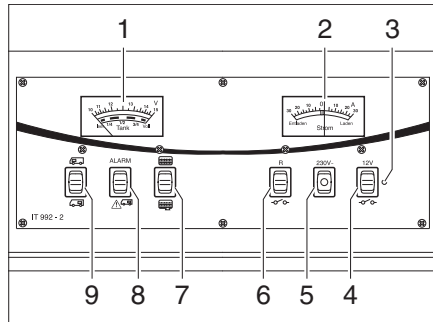

Bild 187 Panel IT 992
Beim Anzeigeeinstrument V/Tank (Bild 187,1) die obere Skala beachten. Das Anzeigeeinstrument wird automatisch beleuchtet, sobald ein Schalter gedrückt wird.
- Wippschalter (Bild 187,9) oben drücken "🔋": Die Batteriespannung der Starterbatterie wird angezeigt.
- Wippschalter (Bild 187,9) unten drücken "🔋": Die Batteriespannung der Wohnraumbatterie wird angezeigt.
Beim Anzeigeelement V/Tank (Bild 187,1) die untere Skala beachten. Das Anzeigeelement wird automatisch beleuchtet, sobald ein Schalter gedrückt wird.
- Wippschalter (Bild 187,7) oben drücken : Die Wassermenge wird angezeigt.
- Wippschalter (Bild 187,7) unten drücken : Die Abwassermenge wird angezeigt.
Die rote Warnleuchte ALARM (Bild 187,8) blinkt, sobald die Spannung der Wohnraumbatterie 11 V (Messung im laufenden Betrieb) unterschreitet und damit Tiefentladung droht.
Am Anzeigeelement Strom (Bild 187,2) wird ständig der aktuell fließende Batteriestrom angezeigt. Das Anzeigeelement wird automatisch beleuchtet, sobald ein Schalter gedrückt wird.
Der 12-V-Hauptschalter (Bild 187,4) schaltet das Panel und die 12-V-Versorgung des Wohnraums ein und aus.
*Einschalten:* ■ Wippschalter (Bild 187,4) oben drücken "  ": Die 12-V-Versorgung des Wohnraums ist eingeschaltet. Die Kontroll-Leuchte (Bild 187,3) leuchtet grün.
*Ausschalten:* ■ Wippschalter (Bild 187,4) unten drücken "  ": Die 12-V-Versorgung des Wohnraums ist ausgeschaltet. Die Kontroll-Leuchte (Bild 187,3) erlischt.
Die 12-V-Kontroll-Leuchte (Bild 187,3) leuchtet, wenn der 12-V-Hauptschalter (Bild 187,4) eingeschaltet ist.
Die gelbe 230-V-Kontroll-Leuchte (Bild 187,5) leuchtet, wenn am Eingang des Elektroblocs Netzspannung vorhanden ist.
*Einschalten:* ■ Wippschalter (Bild 187,6) oben drücken: Je nach Modell wird die Umwälzpumpe, die Druckwasserpumpe oder die elektrische Abwassertankheizung eingeschaltet.
*Ausschalten:* ■ Wippschalter (Bild 187,6) unten drücken "  ": Der Stromkreis ist ausgeschaltet.